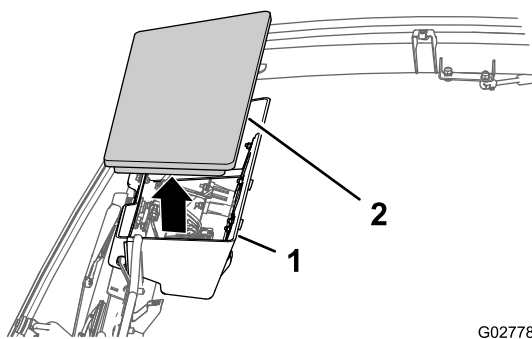

Рисунок 14
3. Снимите заглушку потолочной консоли (Рисунок 14).